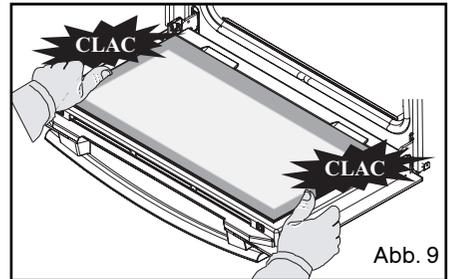

Abb. 9
- Den Rahmen durch Drücken zusammen mit der Tür befestigen. Keine Kraft nur auf den Rahmen ausüben. (Abb. 9)